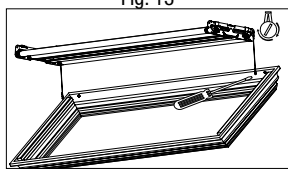

Fig. 13
14. Attachez la bordure de bois décorative (A) aux courroies de suspension de la bordure (D) (préfixées aux embouts) en glissant l'extrémité de la courroie autour des vis à bois desserrées de la bordure. Serrez les vis à bois. La bordure décorative sera maintenant suspendue. Installez le panneau diffuseur dans la bordure de bois (Fig. 13).